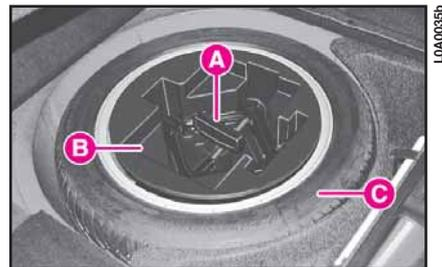

fig. 6
7) Svitare il dispositivo di fissaggio **A** (fig. 6) ed estrarre il contenitore del cric **B** e la ruota **C** e portarli vicino alla ruota da sostituire.